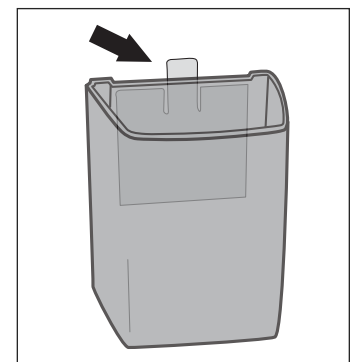

Figure 3
1. Retirez le couvercle. Appuyez sur le loquet pour détacher le distributeur de la plaque arrière. (Voir Figure 3)